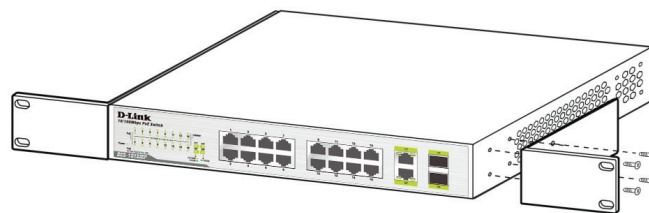

図3. ラックマウントキット
1. 図3に示すように筐体の両側にラックマウントキットを取り付け、付属のネジで固定します。